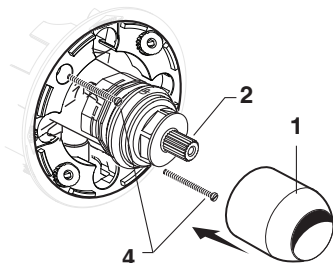

Figura 1a.
- **Figura 1a.** Empuje la TAPA (1) por encima del CARTUCHO DE LA VÁLVULA (2) hasta que esté apoyada contra el dispositivo de retención.